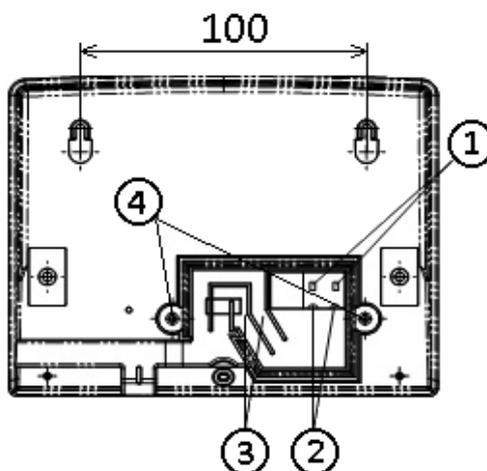

Рисунок 2.1 – Задняя панель дисплея
- снять крышку на задней панели, выкрутив два винта (рис. 2.1, поз. 4);
- вставить подходящую шлицевую отвертку в отверстие (рис. 2.1, поз. 1) и нажать на защёлку;
- вставить подготовленный конец провода в отверстие (рис. 2.1, поз. 2) и вытащить отвертку;
- уложить провода в пазы (рис. 2.1, поз. 3);